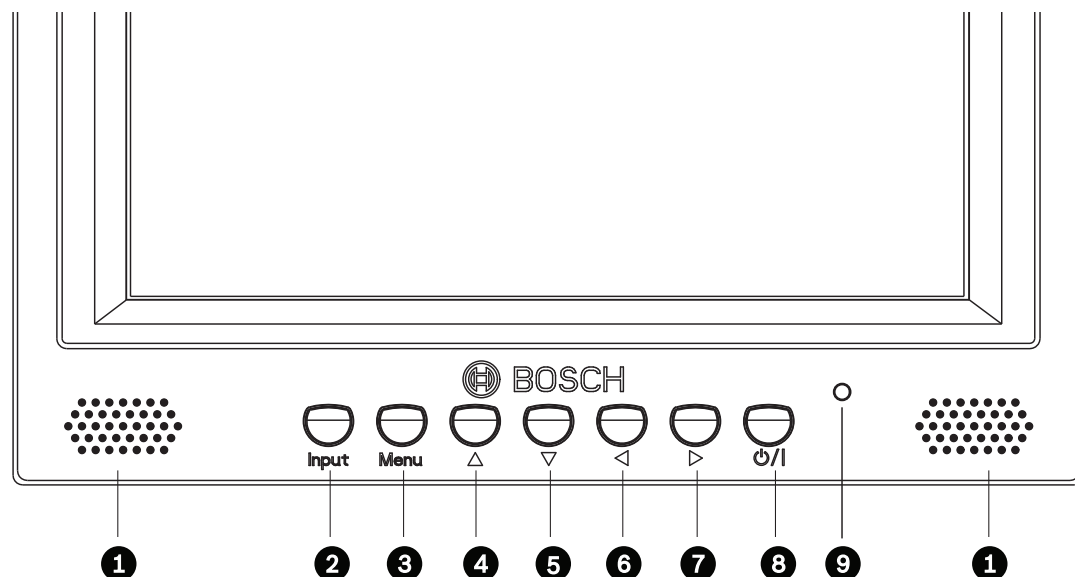

Figura 6.1 Botones del panel frontal
2. Pulse el botón de encendido para encender la unidad (consulte la *Figura 6.1*).
4. Pulse el botón Menu (Menú) para activar las selecciones del menú principal (consulte la *Figura 6.1*).